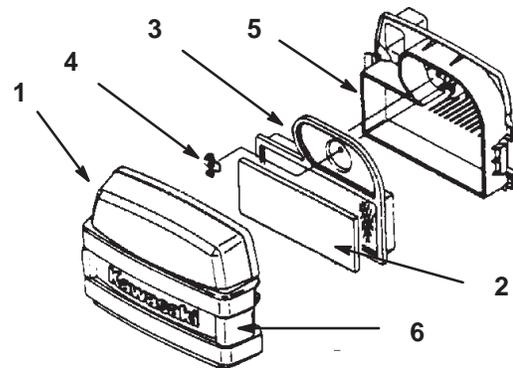

Bild 35
- Reinigen Sie den Bereich um den Luftfilter herum, um zu verhindern, dass Schmutz in den Motor fällt und Schäden verursacht. Lösen Sie beide Seitenriegel und entfernen die Luftfilterabdeckung (Bild 35).
- Schieben Sie den Schaumeinsatz vorsichtig vom Papiereinsatz herunter (Bild 35).
- Schrauben Sie die Flügelmutter los und entfernen Sie den Papiereinsatz (Bild 35).